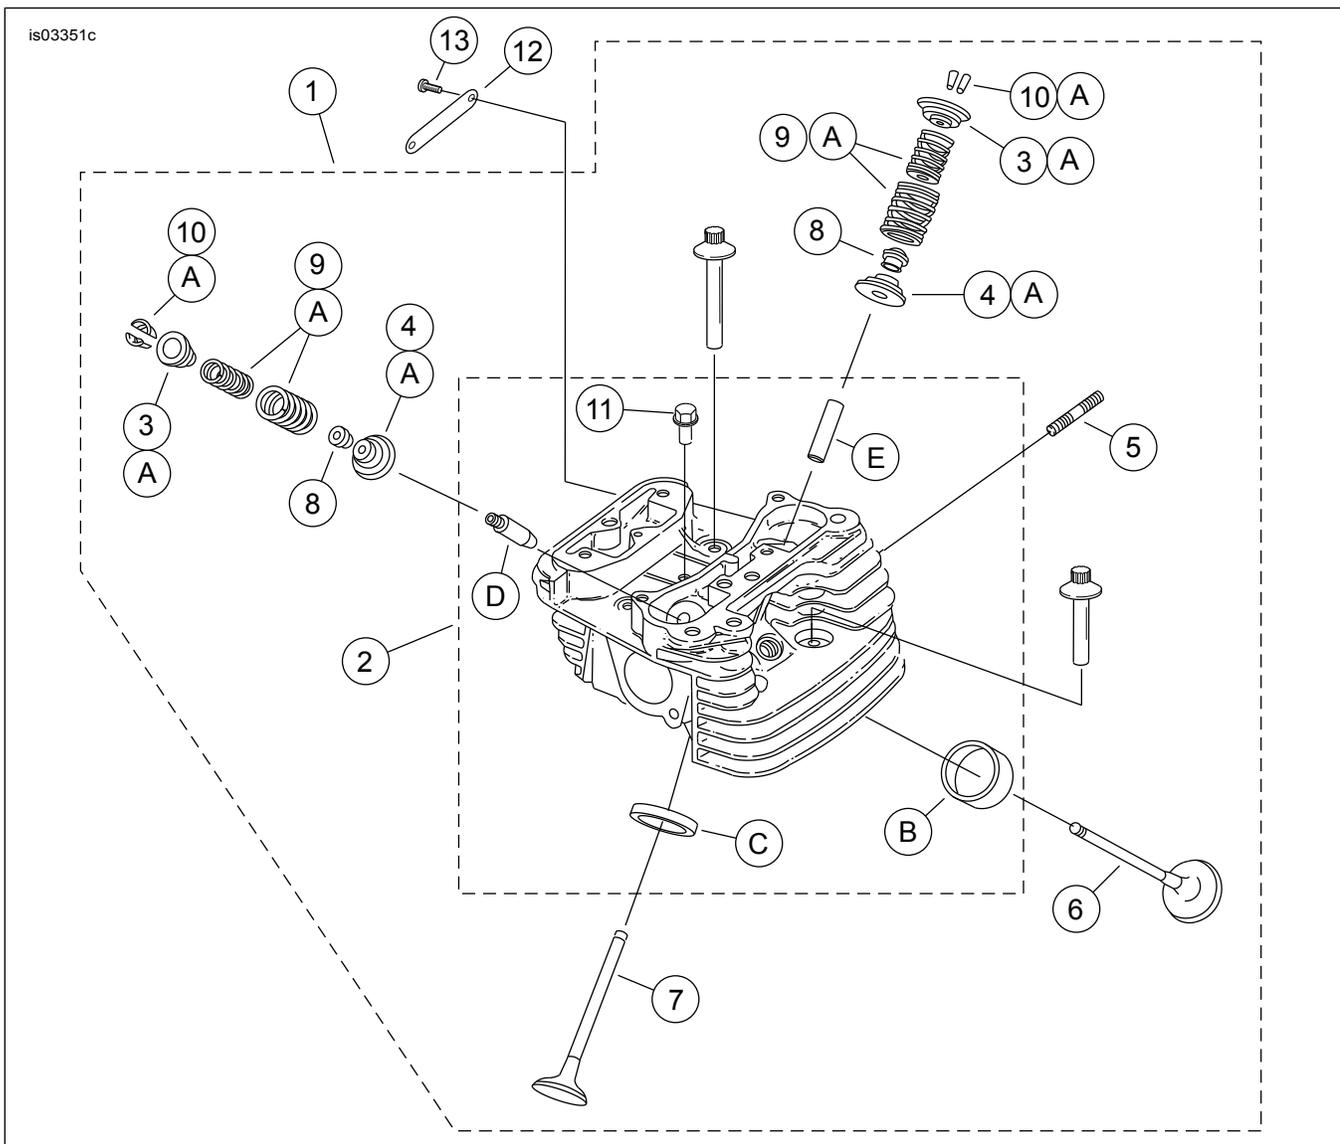

Figure 9. Pièces de rechange : Moteur de caisse de course Screamin' Eagle Pro SE120R
Consultez Figure 9 . Les culasses de remplacement (1) sont dotées de médaillons « CNC PORTED ». Réutiliser ou acheter des nouveaux médaillons « 120R » (12).